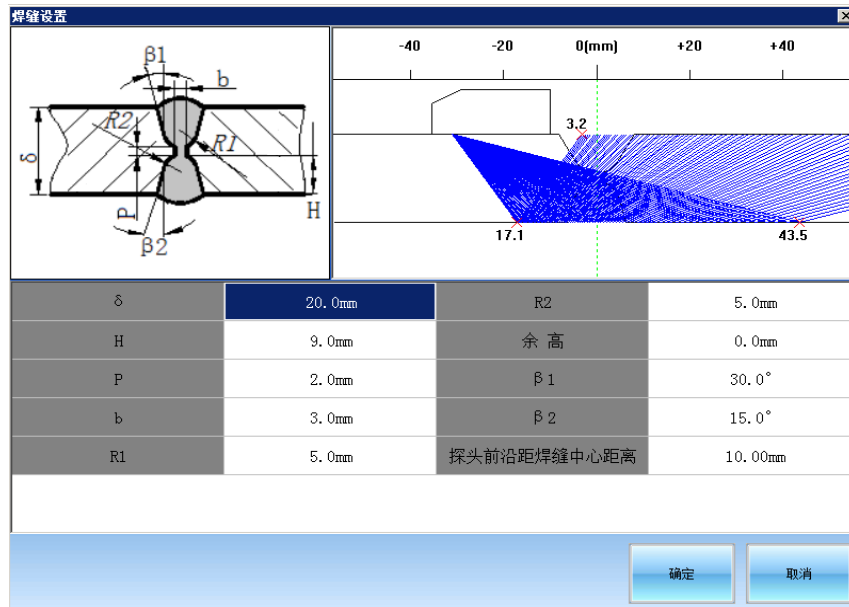

图4.20
**焊缝设置:** 通过 ▲▼ 或 旋转 键选择该选项，按 ✓ 键进入焊缝设置界面（也可在触摸屏上点击该选项进入），如图4.20所示，调节完后按确定按钮保存并退出。